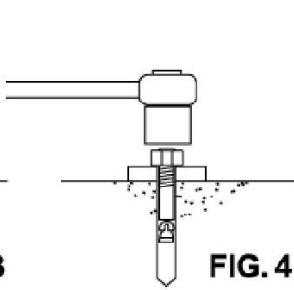

Рисунок 4
**Шаг 9:** Установите выравнивающие кабели: используйте рисунки 4. Заблокируйте каретки системой безопасности. Проверьте фиксацию каждой каретки на одинаковой высоте, замерив расстояние от пола до нижней части каретки (дважды проверьте фиксацию каретки перед тем как приступить к работе под ними). Данные размеры должны составлять 6 мм. Натяните первый кабель (рисунок 4). Затяните гайку на кабельном штифте, так чтобы конец штифта проходил мимо гайки. Протяните другой конец кабеля и зафиксируйте гайку на нем. Затяните обе гайки. Повторите для второго кабеля.